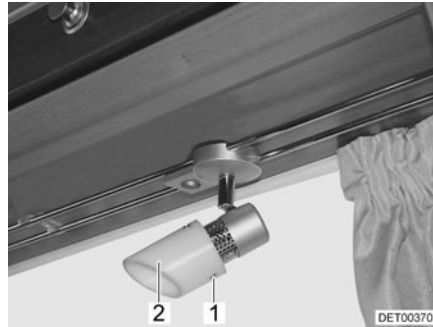

Fig. 164 Foco halógeno (desplazable)
- Soltar los tornillos de fijación (Fig. 164,1).
- Retirar la copa de la lámpara (Fig. 164,2) cuidadosamente de la sujeción.